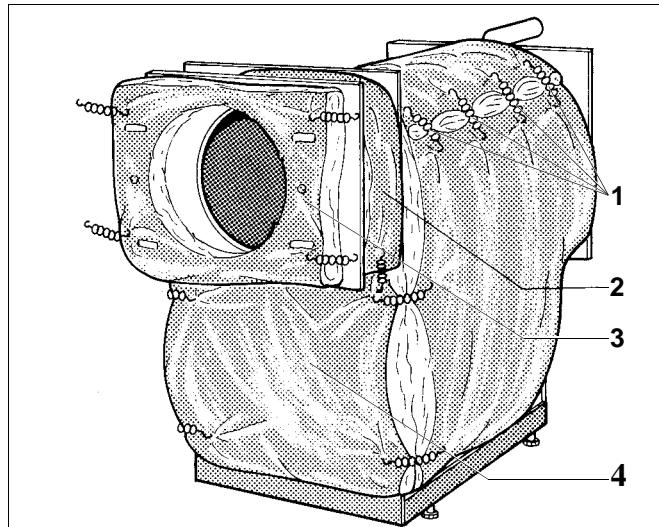

Рис. 5 Крепление теплоизоляции
- Оберните корпус котла теплоизоляционным матом и закрепите 4 пружинными стяжками (рис. 5, поз. 1).
- Установите теплоизоляционный мат передней стенки (рис. 5, поз. 3) так, чтобы шарниры вошли в прорези.
- Приложите нижний теплоизоляционный мат передней стенки (рис. 5, поз. 4) и закрепите 4 стяжными пружинами к теплоизоляции корпуса (рис. 5).
- Уложите теплоизоляционную полосу (рис. 5, поз. 2) сверху на кольцо облицовки котла и прикрепите его справа и слева 2 стяжными пружинами к нижнему теплоизоляционному мату (рис. 5).
- Прикрепите верхний теплоизоляционный мат передней стенки (рис. 5, поз. 3) 4 стяжными пружинами к теплоизоляционной полосе (рис. 5, поз. 2).